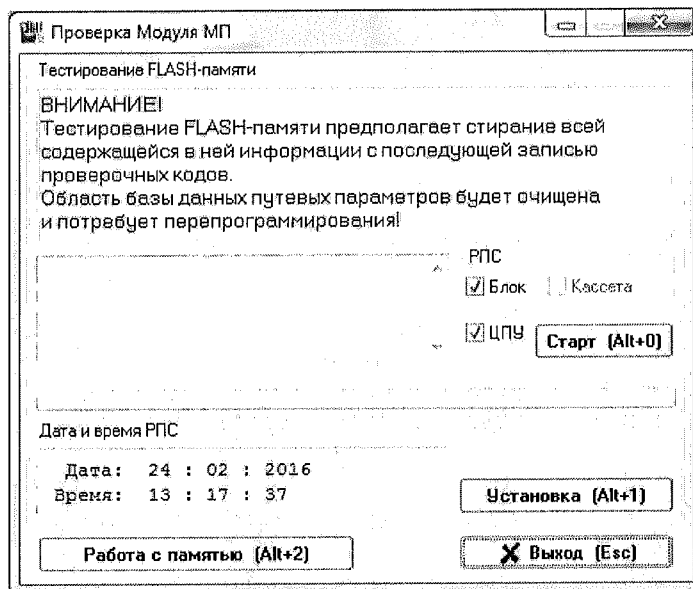

Рисунок 1.49
- в окне «Проверка Модуля МП» (рисунок 1.49) нажать кнопку «Работа с памятью»;